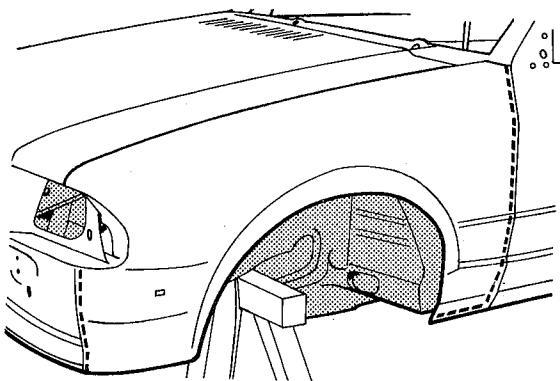

fig. 65
4. Cortar o pára-lama ao longo das linhas marcadas nas uniões com o painel dianteiro e a saia (fig. 65)